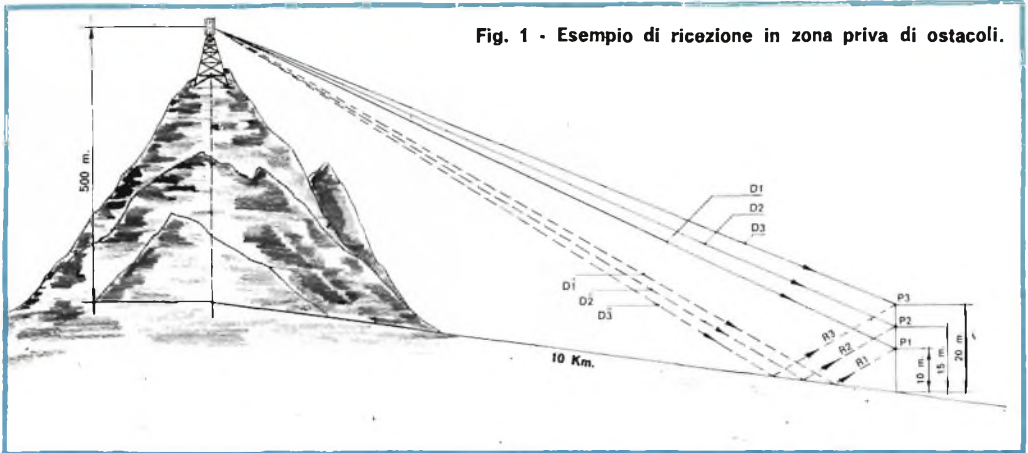

Fig. 1 - Esempio di ricezione in zona priva di ostacoli.
**La stratificazione del segnale.** Con l'aiuto della fig. 1, che si riferisce al caso partico-
minio di tre piani dovrebbe fare di tutto per svincolarsi dal punto critico di minimo segnale, che si trova a circa 15 m. Senza addentrarci in particolari matematici, diremo soltanto che, con le distanze indicate nella *fig. 1* e per la frequenza di circa 200 MHz che abbiamo considerato, se si esplorasse con un misuratore di intensità di campo lungo la verticale si troverebbe un segnale scarissimo, teoricamente nullo, raso terra che va gradatamente aumentando man mano che ci si solleva. All'altezza di 7,5 m il segnale raggiungerebbe un valore massimo, dopo di che, continuando a salire, comincerebbe a decrescere riducendosi ad un valore minimo, di nuovo teoricamente nullo, all'altezza di 15 m.
Tornando al caso della *fig. 1*, infatti, poiché il quarto di lunghezza d'onda del canale G è di circa 37 cm, se si moltiplica tale lunghezza per il rapporto 10.000/500 (distanza in metri/dislivello in metri), si ottengono appunto circa 7,5 m.